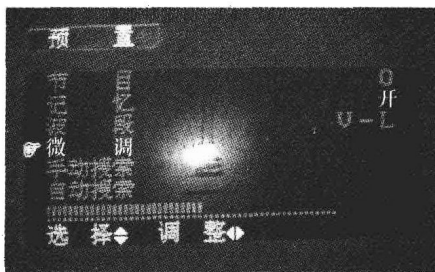

图 1-5 系统设置画面
4)“系统”项设定:按四下“菜单”键进入如图1-5所示的系统设置画面。按“节目+”/“节目-”键选项(选中项为红色),配合“音量+”/“音量-”键进行设定。